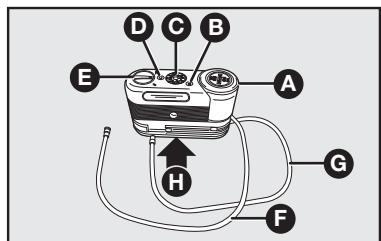
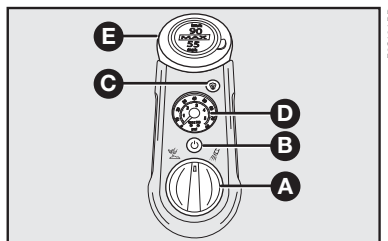

fig. 12
fig. 13
COMPONENTES DO KIT FIX&GO - fig. 12
- Coloque o seletor de módulo **A-fig. 13** nesta posição para operação somente da bomba de ar.
- Use a mangueira da bomba de ar **G-fig. 12** ao selecionar este módulo.
- Coloque o seletor de módulo **A-fig. 13** nesta posição para injetar o selante FIX&GO e inflar o pneu.
- Use a mangueira do selante **F-fig. 12** ao selecionar este módulo.
- Pressione e libere o botão liga/desliga **B-fig. 13** uma vez para ligar o kit FIX&GO e pressione e libere o mesmo botão para desligar o aparelho.
C-fig. 13 para reduzir a pressão de ar caso o pneu esteja cheio demais.
- Verifique se a válvula (no pneu furado) está em uma posição próxima ao solo. Isso permite que as mangueiras **G** e **F-fig. 12** alcancem a válvula, mantendo o kit FIX&GO nivelado no chão. Isso proporciona a melhor posição para injeção do selante no pneu furado e operação ideal da bomba de ar. De acordo com a necessidade, movimente o veículo, se for possível, para posicionar a válvula nessa posição antes de continuar.
- Movimente o seletor de módulo **A-fig. 13** para o módulo selante.
- Desenrole a mangueira do selante **F-fig. 12** e remova a tampa da extremidade da mangueira.
- Remova a tampa da válvula e rosqueie a extremidade da mangueira do selante **F-fig. 12** na válvula do pneu **fig. 14**.
- Desenrole o conector elétrico **H-fig. 12** e coloque o plugue na tomada de 12V do veículo **A-fig. 15**.
- Após pressionar o botão liga/desliga **B-fig. 13**, o selante (fluido branco) fluirá do recipiente de selante **A-fig. 12**, através da mangueira **F-fig. 12** para dentro do pneu.
Se o selante (fluido branco) não fluir entre 0 a 10 segundos pela mangueira do selante F-fig. 12:
- Pressione o botão liga/desliga **B-fig. 13** para desligar o kit FIX&GO. Desconecte a mangueira do selante **F-fig. 12** da válvula do pneu. Tenha certeza de que a válvula esteja livre de sujeira. Verificar se o seletor está na posição módulo selante.
- O recipiente do selante **A-fig. 12** pode estar vazio devido a uma eventual utilização anterior. Peça assistência.
Se o selante (fluido branco) fluir pela mangueira do selante F-fig. 12:
Continue a operar a bomba até que o selante pare de fluir pela mangueira (normalmente 30 a 70 segundos). A medida que o selante flui pela mangueira do selante F-fig. 12, o medidor de pressão D-fig. 13 pode indicar até 70 libras (referência “psi”). Esse valor diminuirá rapidamente de aproximadamente 70 libras até o valor normal de pressão do pneu quando o recipiente do selante A-fig. 12 se esgotar.
A bomba começará a injetar ar no pneu imediatamente após o esvaziamento do recipiente do selante. Continue a operar a bomba e inflar o pneu até que o valor indicado no medidor de pressão D-fig. 13 corresponda ao apresentado no rótulo de pressão dos pneus localizado na coluna de fixação da porta ou na contracapa do presente Manual de Uso e Manutenção (pressão recomendada). Verifique a pressão no medidor de pressão.
ADVERTÊNCIA: se o pneu se inflar em excesso, antes de continuar aperte o botão de esvaziamento C-fig. 13 para reduzir a pressão até o valor recomendado.
- Pressione o Botão liga/desliga C-fig. 13 para desligar o kit FIX&GO.
- Remova o adesivo de limite de velocidade, localizado sobre o recipiente do selante E-fig. 13 e cole-o no quadro de instrumentos.
- Desconecte imediatamente a mangueira do selante F-fig. 12 da válvula, reinstale a tampa na extremidade da mangueira e coloque o kit FIX&GO em seu local devido.
- Coloque o seletor de módulo E-fig. 12 na posição ar.
- Desenrole o conector elétrico A-fig. 13 e coloque o plugue na tomada de 12V do seu veículo.
- Desenrole a mangueira da bomba de ar G-fig. 12 (cor preta) e rosqueie a extremidade na válvula do pneu.
- Verifique a pressão do pneu através do medidor de pressão D-fig. 13.
- Pressione o botão liga/desliga **B-fig. 13** para ligar o kit FIX&GO e inflar até o valor indicado no pneu e na informação de carga do veículo localizada na abertura da porta do motorista ou na contracapa do manual de uso e manutenção.
ADVERTÊNCIA: se o pneu se inflar em excesso, pressione o botão de esvaziamento H-fig. 12 para reduzir a pressão até a marca recomendada antes de continuar.
Substitua o recipiente do selante **A-fig. 12** e a mangueira do selante **F-fig. 12** numa concessionária o mais rápido possível. Vide “Substituição do recipiente do selante e Mangueira”.